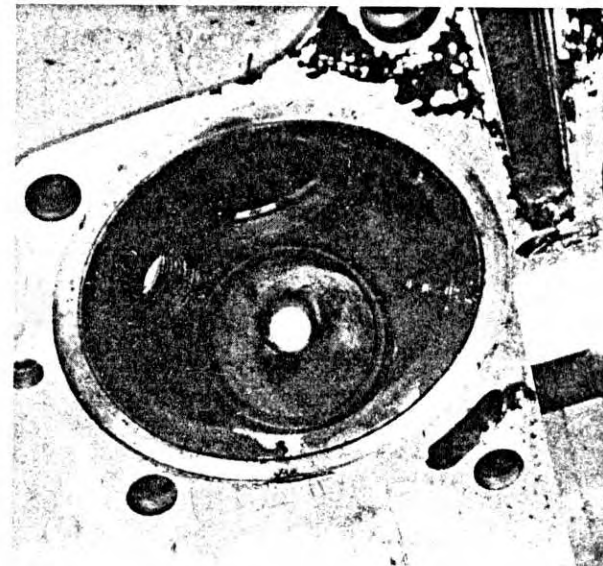

Fig. 54
- Controllare con attenzione le condizioni delle sedi delle valvole: esse non devono mostrare segni di trafilamento, o di contatto non uniforme con la valvola, crepe, vaiuolature, deformazioni, scalini, etc. (fig. 54). In ogni caso, anche quando le sedi sembrano in ottime condizioni, effettuare due verifiche:
- Carefully perform a visual examination of the valve seats: the contact with the valve head seating area should be even and in good conditions. Check the valve seat for cracks, scores, wear, pitting, pocketing and any kind of damage (fig. 54). In any case, even when the valve seating area seems to be in good conditions, two tests must be performed: